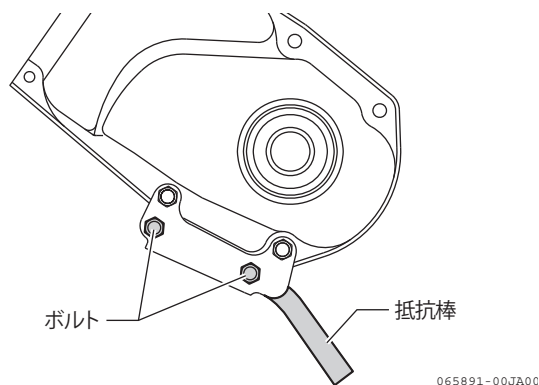

図 4-41 抵抗棒
1. 取付ボルトを外して、抵抗棒を交換します。(図 4-41)